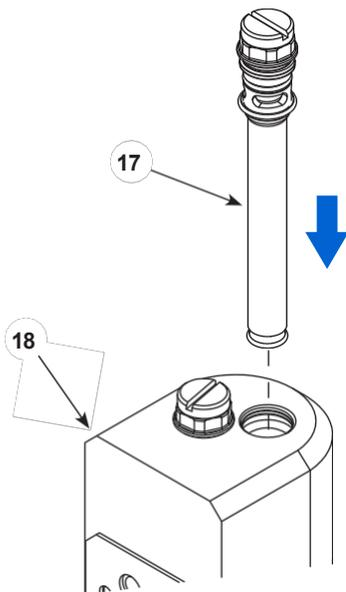

Figura 26 Fissare i tubi di fluidificazione nel collettore
5. Vedere Figura 26. Inserire il tubo di fluidificazione assemblato (17) nella parte superiore del collettore di spurgo (18). Inserire i tubi nel collettore .